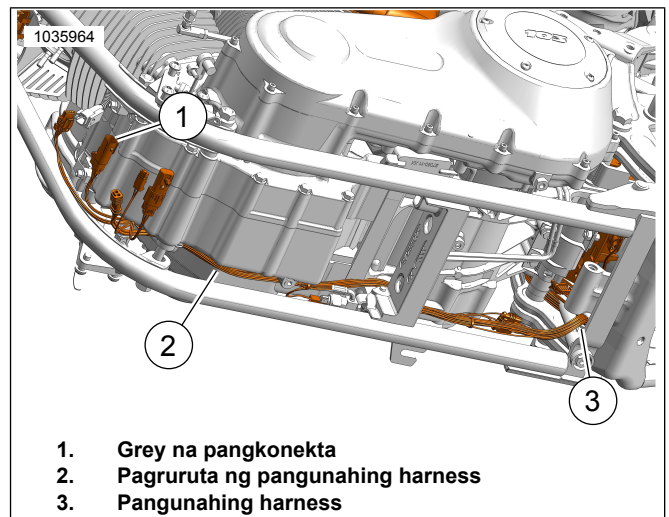

Figure 35. Pagruruta Harness
14. Tingnan ang Figure 35 . Iruta ang grey na pangkonekta ng harness palabas ng compartment ng baterya:
- a. Hanapin ang pangunahing harness (3).
- b. Iruta ang harness gamit ang grey na pangkonekta sa dako ng pangunahing harness (2) patungo sa pangkonekta ng pangunahing harness sa harap.
- c. Mga pangkonektang magkakatatugmang kulay (1): grey sa grey.